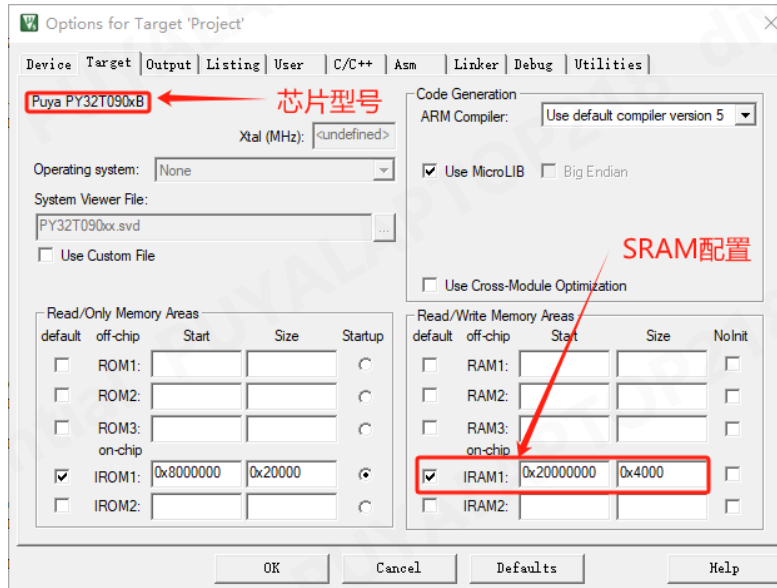

图 1-1
- 建议设置 IRAM 为芯片的 SRAM 起始地址和 SRAM 空间容量。如图 1-1 举例说明，使用 PY32T090xB 系列的芯片时，IRAM 的配置应为该芯片的 SRAM 起始地址和空间容量。PY32T090 系列的 SRAM 空间容量请参考《PY32T090 系列数据手册》表 1-1: